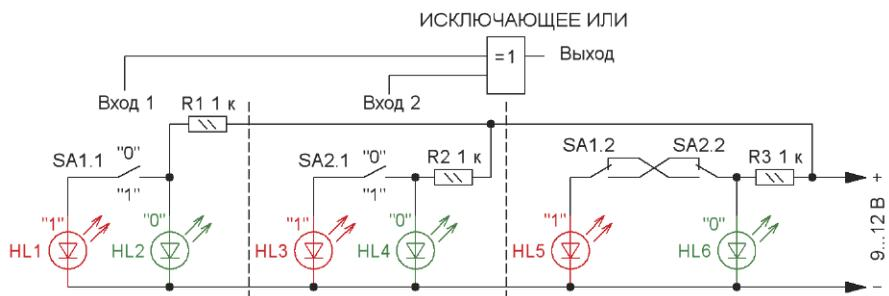

Рис. 7
**"ИСКЛЮЧАЮЩЕЕ ИЛИ"** (EXCLUDING OR, XOR) — логический элемент, для двухвходового варианта которого выходной сигнал  $Y$  принимает значение лог. 1 только тогда, когда на одном из его входов присутствует лог. 1, а на другом — лог. 0 (рис. 7). Стоит нарушить это условие, сигнал на выходе элемента примет значение лог. 0.